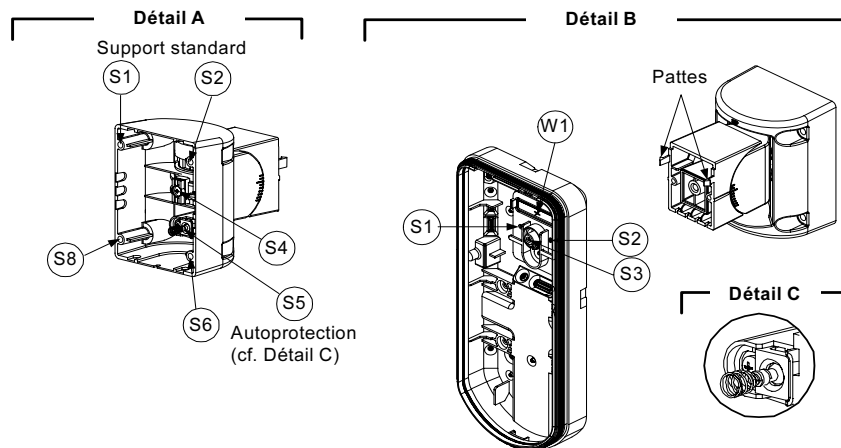

Figure 6
3. Retirez l'autoprotection arrière du socle interne (cf. § "Changement de position de l'autoprotection arrière") et reliez-la au point S5 (Figure 6, Détail A) sur le support standard.
1. Introduisez les fils électriques de l'autoprotection arrière à dans le passage du support prévu à cet effet (Figure 6, Détail B).